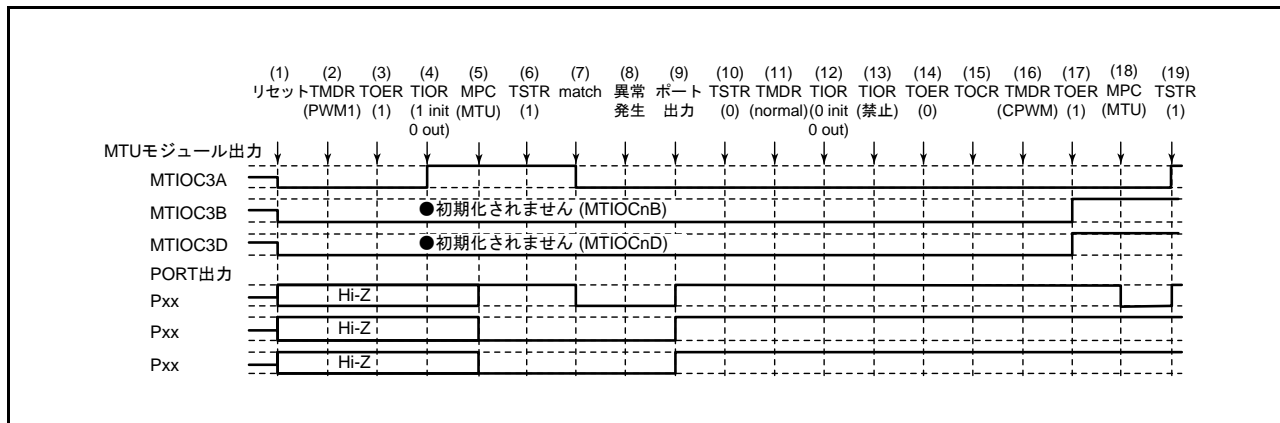

図 20.137 PWM モード 1 で異常が発生し、相補 PWM モードで復帰する場合
PWM モード 1 で異常が発生し、再設定後相補 PWM モードで再スタートする場合の説明図を図 20.137 に示します。
(1) ~ (14) は図 20.137 と共通です。
(15) TOCR レジスタでリセット同期 PWM モードの出力レベルと周期出力の許可 / 禁止を選択してください。
(16) リセット同期 PWM モードを設定します。
(17) TOER レジスタで MTU3、MTU4 の出力を許可してください。
(18) MPC と I/O ポートのポートモードレジスタ (PMR) で MTU 出力としてください。
(19) TSTR レジスタで再スタートします。